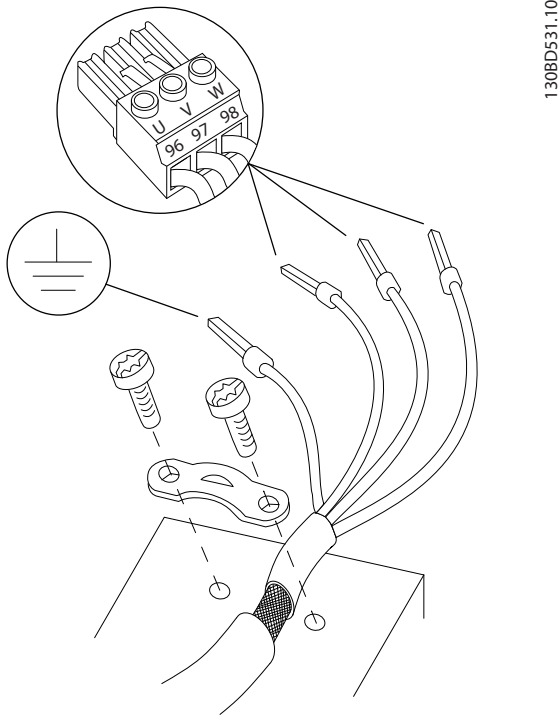

Ilustración 6.14 Conexión del motor
4. Conecte el cableado del motor trifásico a los terminales 96 (U), 97 (V) y 98 (W), consulte la *Ilustración 6.14*.